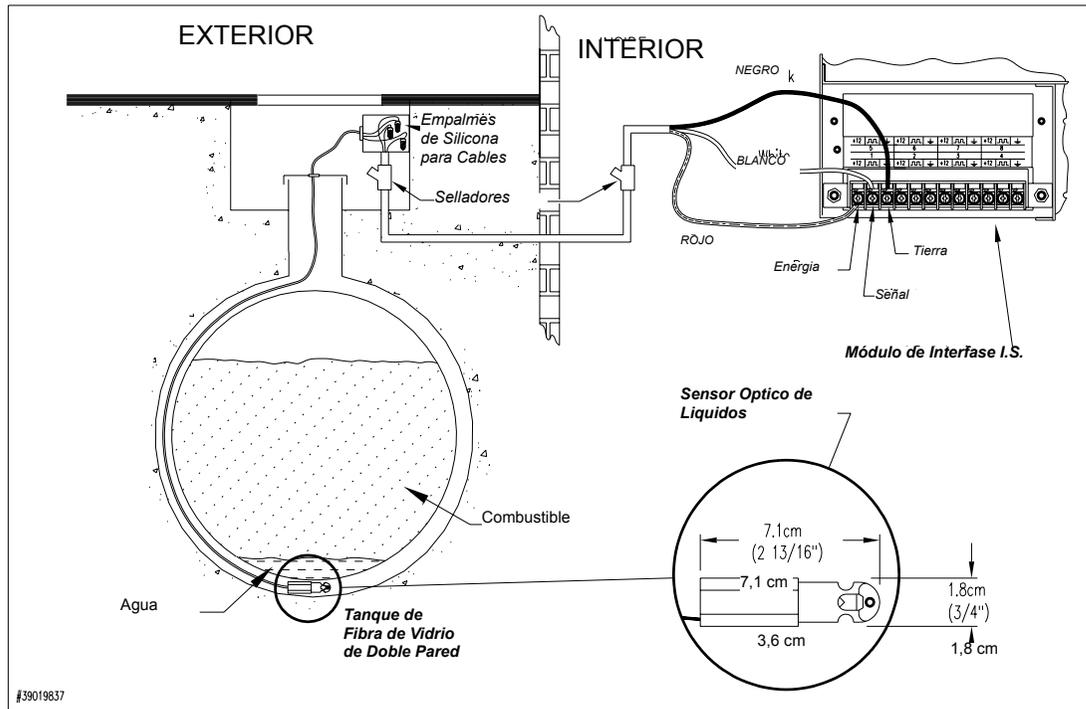

Figura 25: Instalación de un Sensor Óptico de Líquidos en un espacio Intersticial
- Vea la Figura 25 en la Página 69.